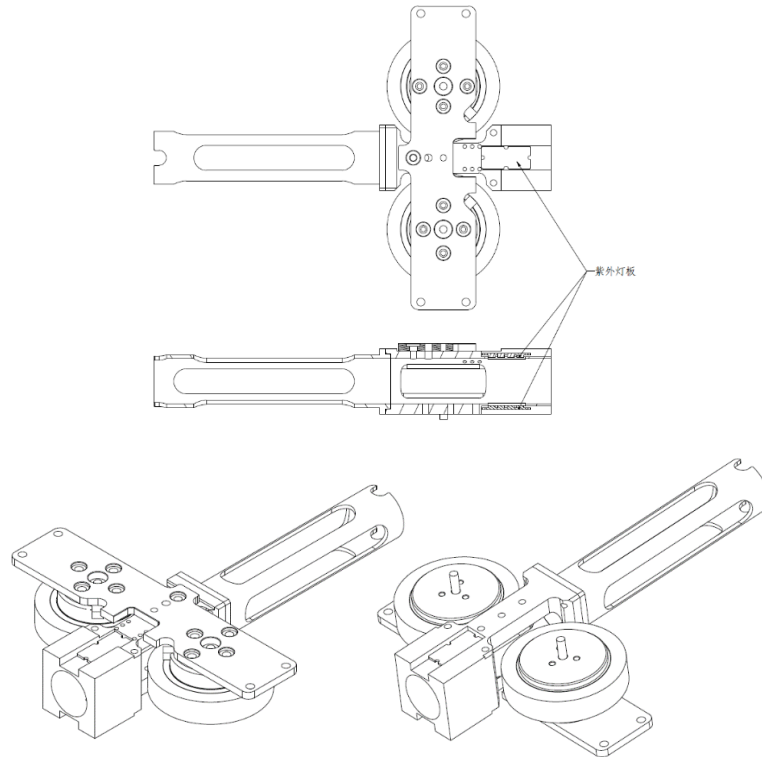

图 3 紫外灯板安装示意图
2. 在尽可能靠近摩擦轮的管路处开槽孔（建议距离摩擦轮一颗 17mm 弹丸左右的距离），例如图 3 所示位置，注意需在管路两侧对称开槽孔安装两灯板